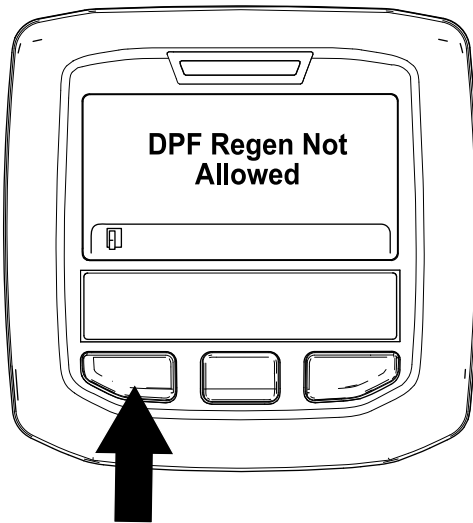

Bild 50
- Wenn der Motorcomputer die Regenerierung nicht zulässt, wird die Meldung „DPF Regen Not Allowed“ im InfoCenter angezeigt (Bild 50). Drücken Sie die linke Taste, um den Homebildschirm anzuzeigen.